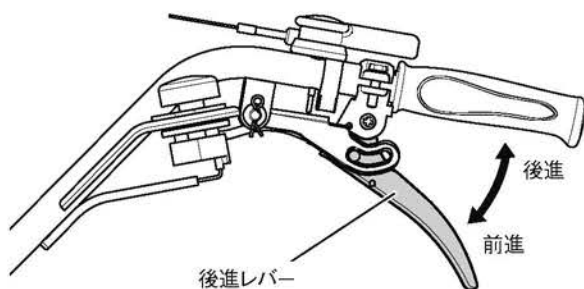

図 2-27
3. 後進レバーを「後進」位置のまま、主クラッチレバーを「入」位置にするとミニ耕うん機が低速で後進します。(図 2-27)